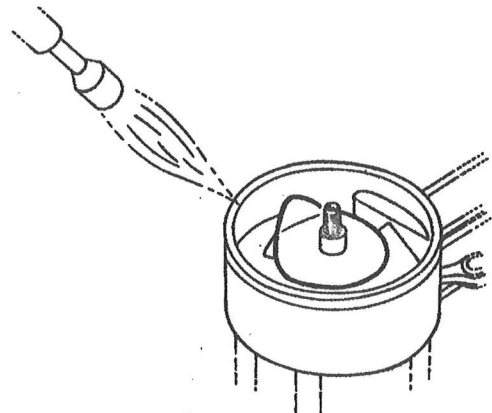

fig. 18
- span een kruktaf tussen zachte spanplaten in de bankschroef, bedek de bovenste simmerring met een grote schijf tegen aanraking met de vlam en verwarm de carterhelft rondom het lager tot ca. 80 °C (fig. 18)